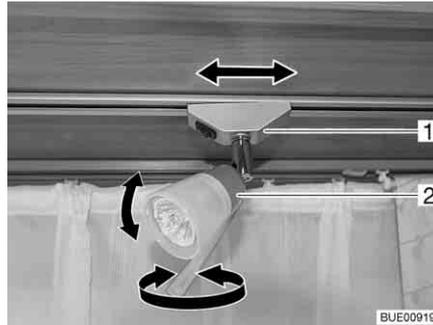

Bild 71 Spotleuchte
**Drehen:** ■ Gehäuse (Bild 71,2) fassen und drehen.
**Verschieben:** ■ Halterung (Bild 71,1) fassen und um ca. 45° drehen.
**Abnehmen:** ■ Halterung (Bild 71,1) fassen und um 90° drehen.